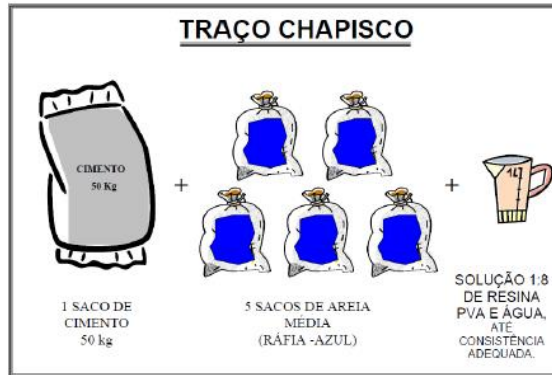

Figura 4 – Placa de traço do chapisco
- Realizar a fixação preenchendo o espaço entre a estrutura e a última fiada de alvenaria com argamassa. Recomenda-se a utilização de bisnaga de bico chato, conforme ilustra a figura 4.
- Fixar a tabela com o traço ao lado da central de mistura (figura 4);